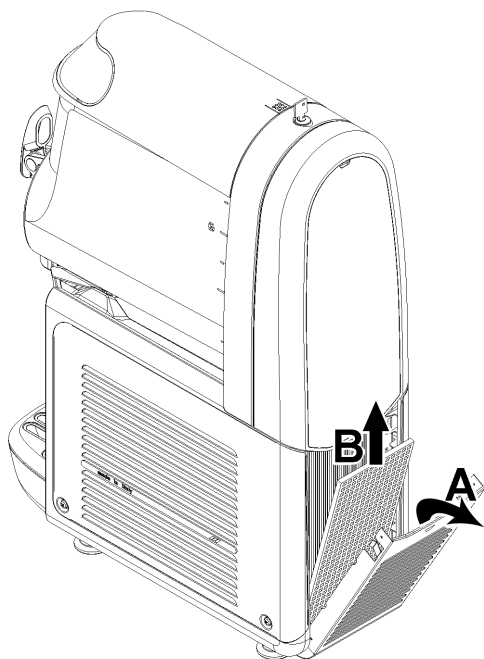

figura 21
**2 Ogni mese:** eliminare la polvere accumulata sul filtro del condensatore posto sul lato posteriore della macchina (vedere figura 21).